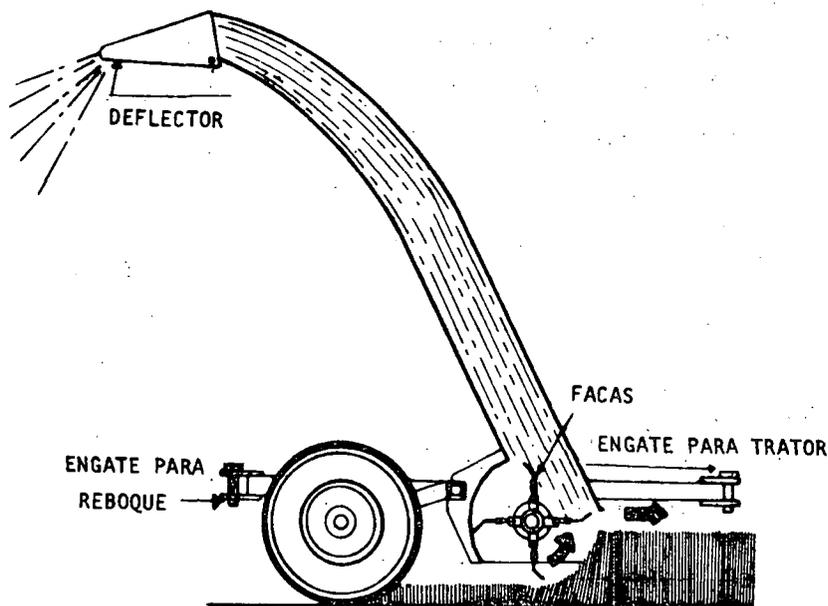

Fig. 1
- 1º Passo - *Acople o implemento (fig. 1).*